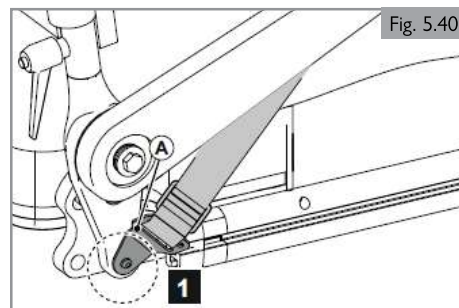

Fig. 5.40
1. Fije (A) al armazón del asiento con un tornillo a la izquierda y a la derecha. (Fig. 5.40)